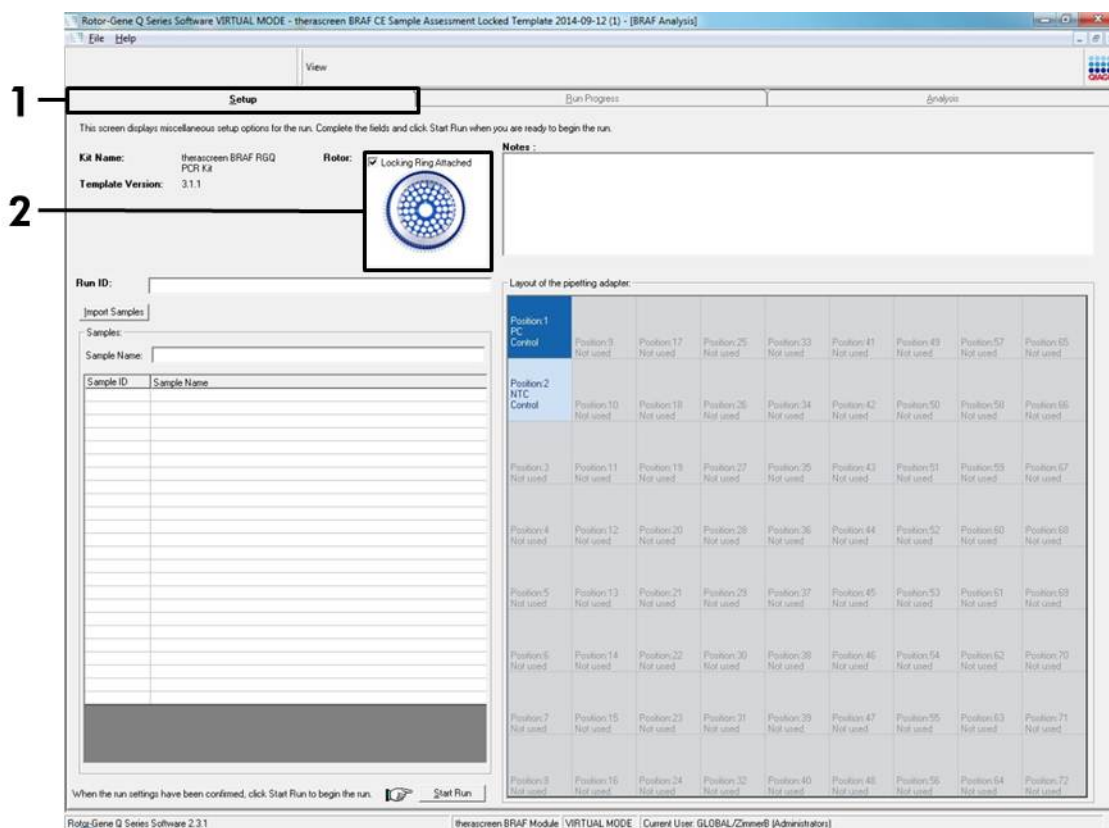

Abbildung 3. Registerkarte „Setup“ (Konfiguration) (1) mit dem Kontrollkästchen „Locking Ring Attached“ (Schließring angebracht) (2)
10. Standardmäßig wird die Registerkarte „Setup“ (Konfiguration) angezeigt (siehe Abbildung 3). Vergewissern Sie sich, dass der Schließring richtig angebracht ist, und aktivieren Sie das Kontrollkästchen „Locking Ring Attached“ (Schließring angebracht). Schließen Sie den Deckel des Rotor-Gene Q Instruments.